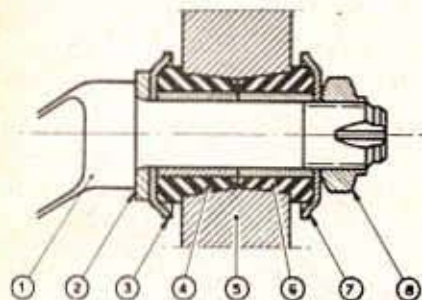

Fig. 159. — Montage du bras avant dans le bras arrière
- Monter sur le bras AV 1, la rondelle d'appui AV 2, la coupelle d'appui 3, le demi-articône 4 et loger cet ensemble dans le bras AR 5 (fig. 159).